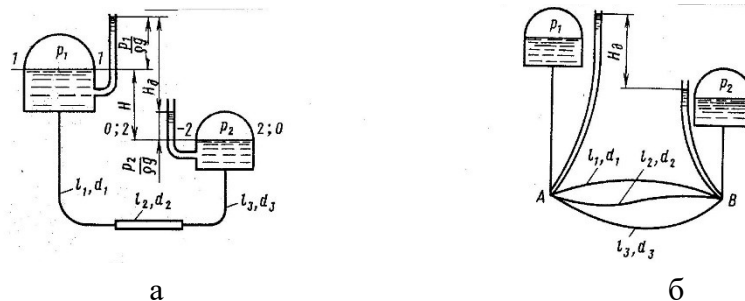

Рисунок 1 – Расчетные схемы трубопроводов: а – простого; б – сложного
**Простые** – трубопроводы, которые не содержат разветвлений, они могут быть соединены так, что образуют последовательные и параллельные соединения. Если трубопровод имеет несколько труб, выходящих из одного места, он называется *разветвленным*. Трубопровод, содержащий как последовательные, так и параллельные соединения труб или разветвлений, называется *сложным* (рис. 1).